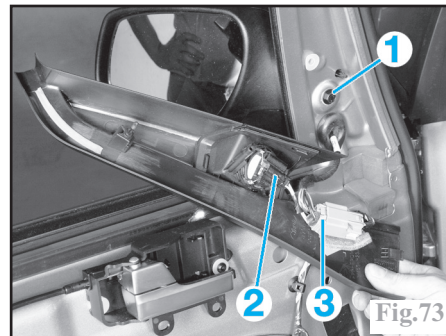

Fig.73
Déposer la garniture de rétroviseur (3 clips), débrancher le connecteur (2) de H.P et (3), déposer la vis (1) et le rétroviseur (Fig.73)